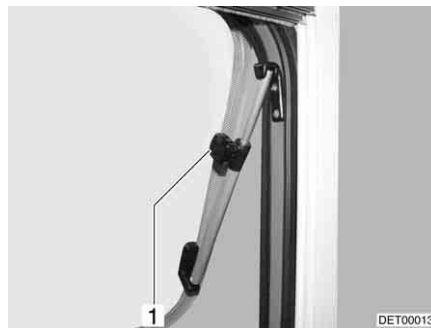

Bild 92 Taklucka med vridspärrar, öppen
- Takluckan öppnas till önskat läge och fixeras med ratten (Bild 92,1).
- Vrid den lettrade hylsan (Bild 92,1) tills låsningen släpper.